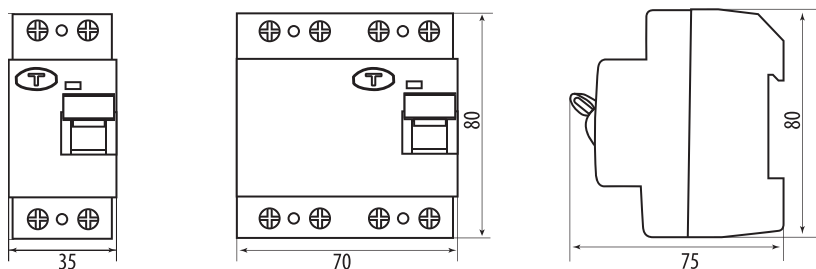
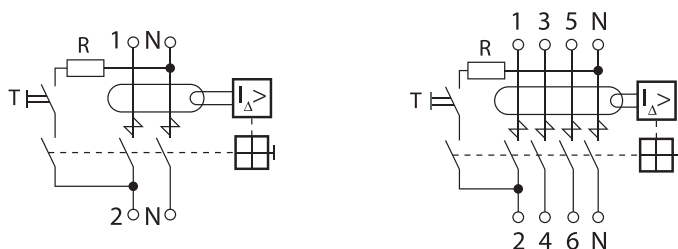

Рис. 1. Габаритные размеры, мм
Рис. 2. Схемы подключения
3.7. Габаритные размеры (Рис. 1) и схемы подключения (Рис. 2).